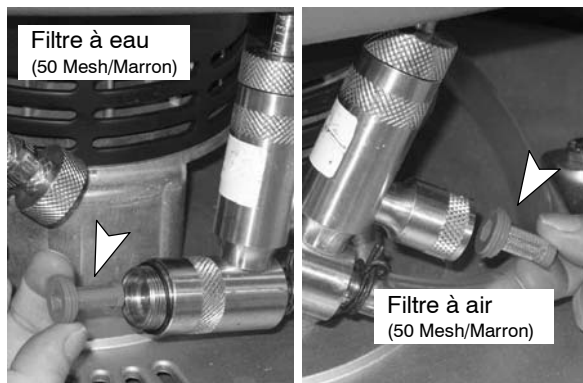

FIG. 57
2. Remplacez le filtre à eau et le filtre à air (Figure 57). Une clé de 8 mm pour vis à 6 pans est nécessaire pour installer le nouveau filtre à eau.